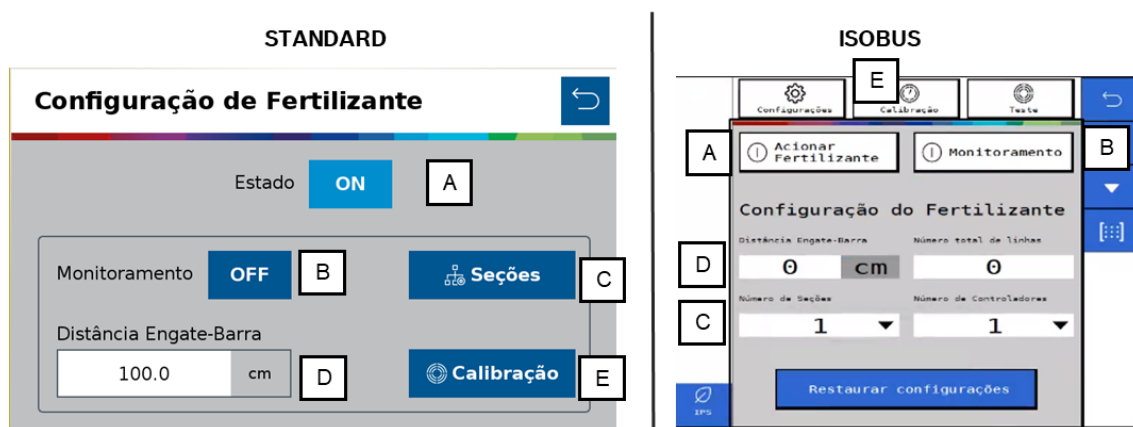
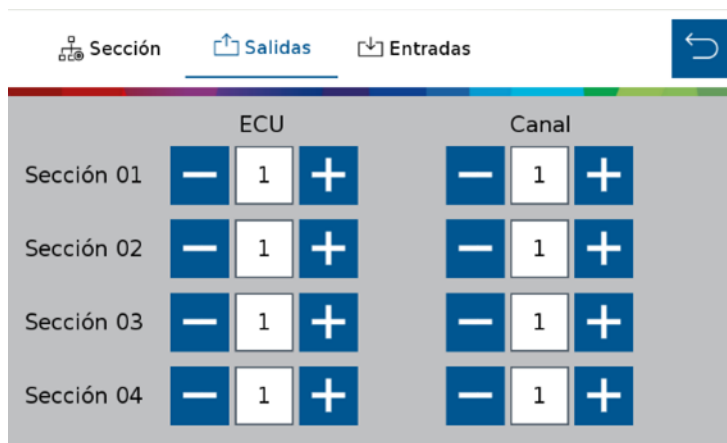

Figura 22- Pantalla de configuración de fertilizantes
Figura 26- Configuración de las salidas de fertilizantes
A continuación, aparecerá la siguiente pantalla, Figura 22.
- D) Distancia de la barra de acoplamiento: distancia en cm entre el acoplamiento y la distancia media de los tubos de fertilizante, Figura 22.
Para acceder a la pantalla de configuración de la sección de fertilizantes en el sistema estándar, debe presionar el ícono "Secciones" en el menú inicial del subsistema de fertilizantes, Figura 22. Aparecerá la siguiente pantalla, Figura 22Figura 24.
En el sistema estándar, vaya al menú inicial del subsistema de fertilizantes, Figura 22, y seleccione el icono de salidas  Salidas, Figura 26, para configurar la ECU y el canal en el que están instalados los sensores de rotación de los motores hidráulicos del subsistema de fertilizantes. Cada sensor debe instalarse en una ECU y canal dedicados, seleccionando mediante los botones "+" y "-" el canal dedicado a cada sensor.
Vaya al menú de inicio del subsistema de fertilizantes, Figura 22, y seleccione el icono de entradas  Entradas, Figura 28, para configurar la ECU y el canal en el que están instalados los sensores de fertilizantes. Cada sensor debe instalarse en una ECU y canal dedicados, seleccione a través de los botones "+" y "-" la ECU y el canal dedicado a cada sensor.